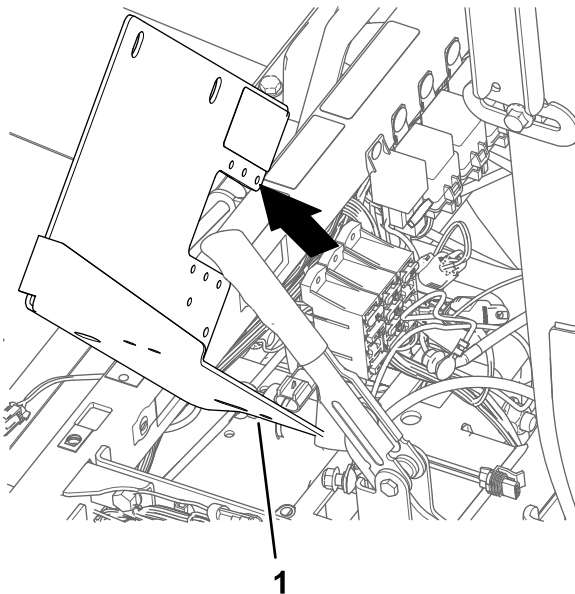

Figura 174
6. Retire el soporte de la batería de la máquina (Figura 174).